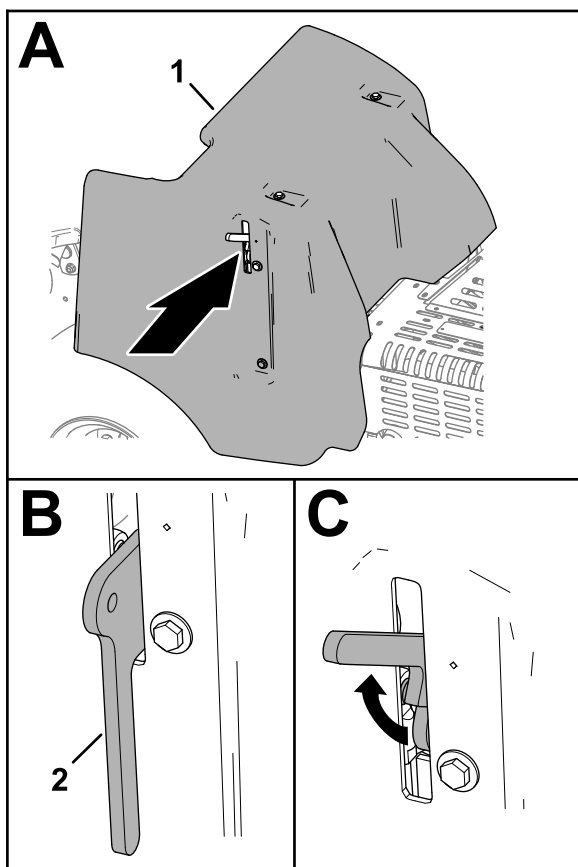

Figura 142
2. Ridicați mânerul de blocare (Figura 142).